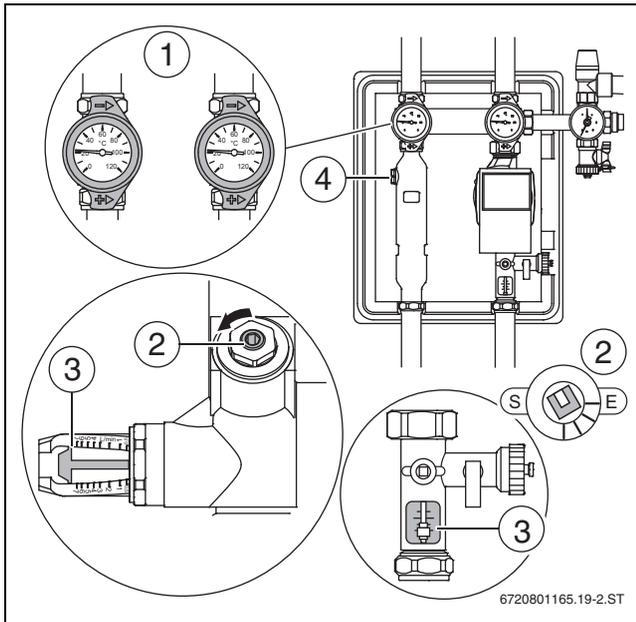

Fig. 41
- Comprobar el caudal a través de la mirilla del limitador de caudal (→ fig. 41[3]).